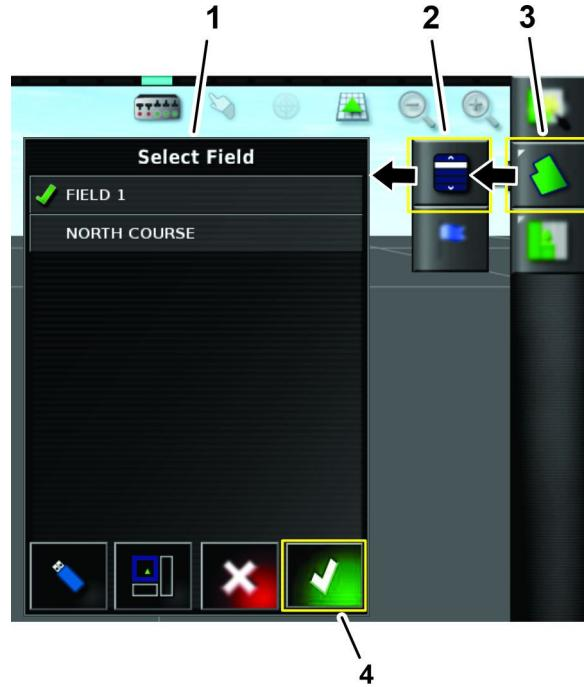

Figure 160
5. Appuyez sur l'icône MENU DES CHAMPS, sélectionnez une icône de champ dans la liste Choisir un champ et appuyez sur l'icône de confirmation (Figure 160).
6. Dans la liste Choisir un champ, appuyez sur l'icône d'un champ (Figure 160) ; voir Création d'un nouveau champ \(page 21\).